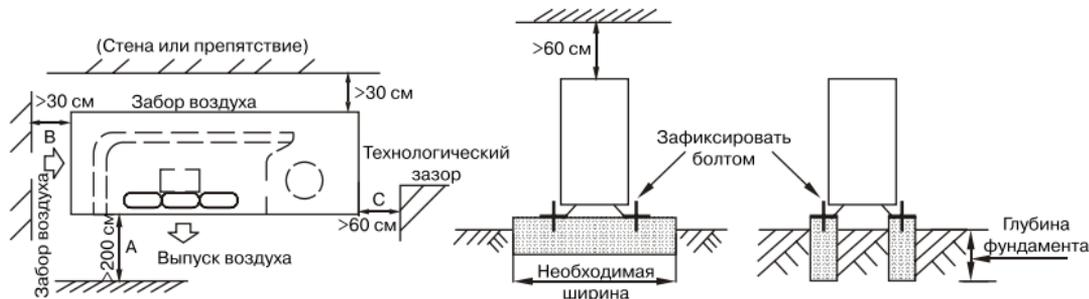

Рис. 28
6. Наружный и внутренний блоки должны располагаться как можно ближе друг к другу. Минимальные расстояния между наружным блоком и препятствиями, показанные на монтажных схемах, могут отличаться от расстояний в условиях монтажа в герметичном помещении. Необходимо оставить открытый доступ в трех направлениях А, В, и С. (Рис. 28)